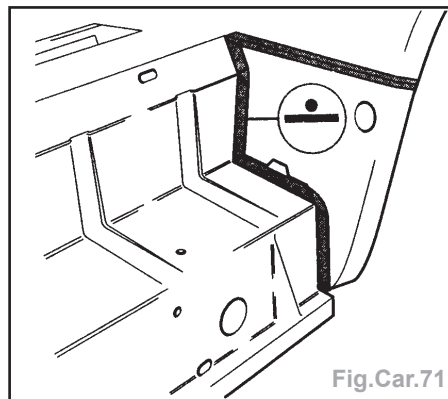

Fig.Car.71
- la tôle de fermeture du passage de roue à la pointeuse électrique (Fig.Car.71),